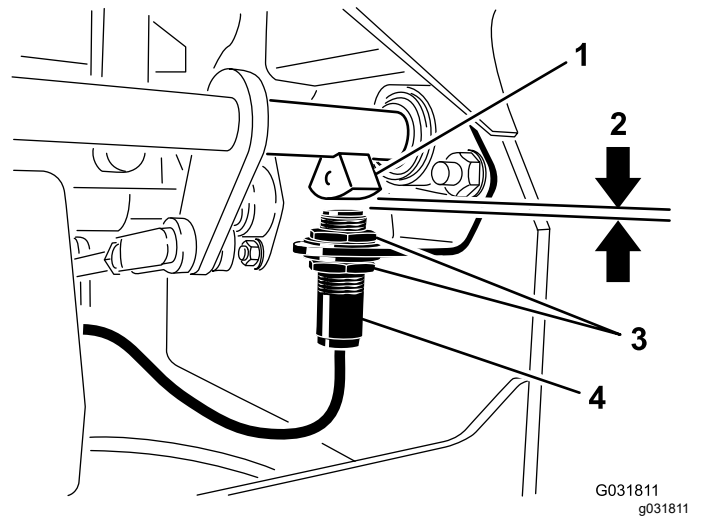

Figura 79
4. Mueva el interruptor hacia arriba o hacia abajo en el soporte hasta que la distancia entre el sensor del eje del freno y el émbolo del interruptor sea de 4 mm (5/32") como se muestra en (Figura 79).